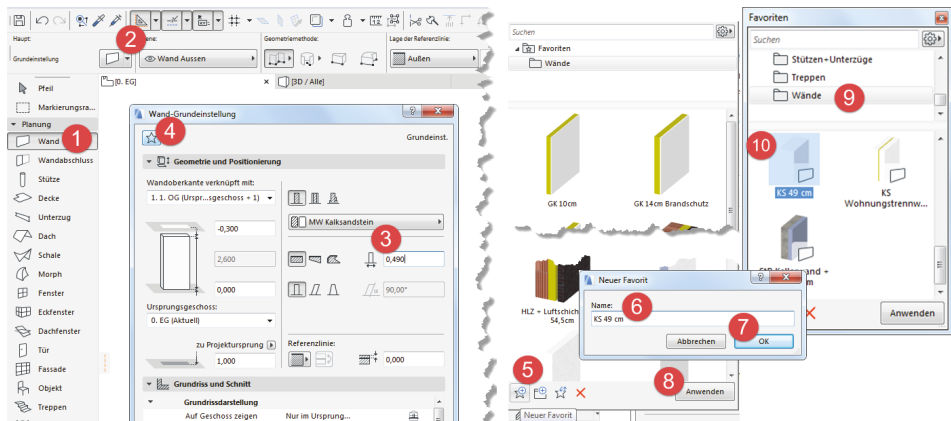

Abb. 1.21: Favoriten mit eigenem WAND-Element bestücken
In der STANDARD-Symbolleiste finden Sie einige nützliche Werkzeuge (Abbildung 1.21), die Ihnen bei der Koordinateneingabe helfen:
- Die Favoriten können Sie über das Werkzeug  in der Symbolleiste STANDARD, das Menü FENSTER|PALETTEN|FAVORITEN oder Tastenkürzel **[Strg] + [F]** aktivieren. Mit diesem Werkzeug können Sie häufig benutzte Elemente in einer Liste zur schnellen Auswahl anzeigen lassen. *Eigene* Elemente mit bestimmten individuellen Voreinstellungen können Sie später aus dem GRUNDEINSTELLUNGEN-Dialogfenster jedes Werkzeugs mit der Schaltfläche FAVORITEN dort ablegen. Als Beispiel wird in Abbildung 1.21 eine Wand mit Wandstärke 50 cm als Favorit gespeichert:
Unterhalb des INFOFENSTERS liegen die TABS zum schnellen Wechseln zwischen der 2D- und der 3D-Darstellung (Abbildung 1.21).